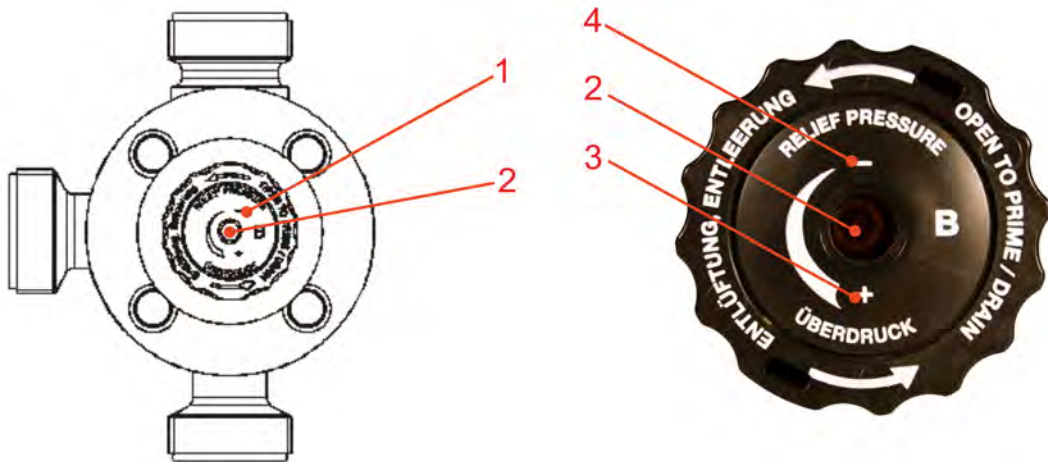
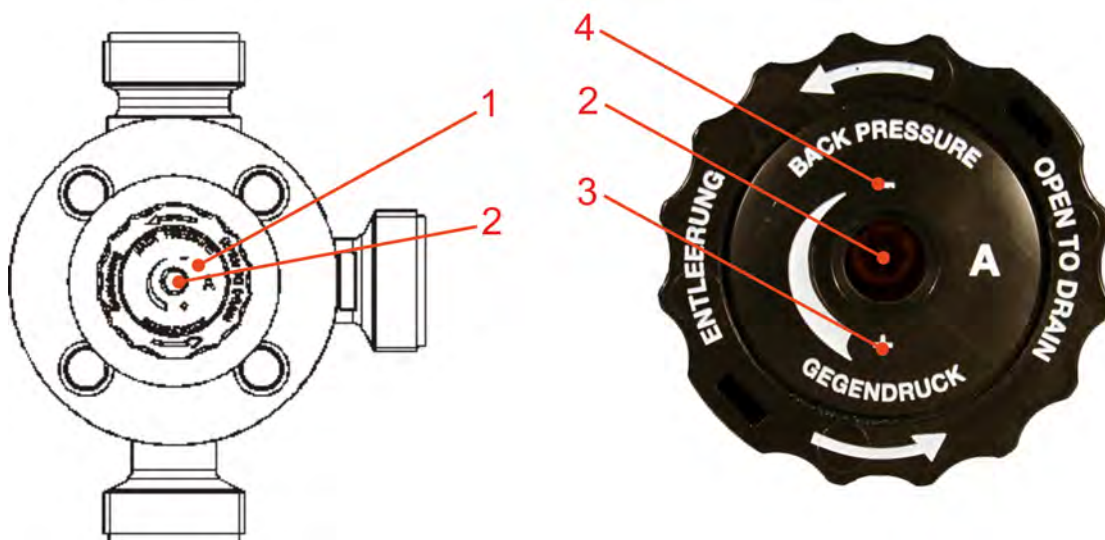

Abb. 7: Einstellung Überströmfunktion
Abb. 8: Einstellung Überströmfunktion
| <ul style="list-style-type: none"> 1 Ventileingang (von Dosierpumpe) 2 Ventilausgang (zur Dosierleitung) 3 Bypassanschluss (zum Behälter) 4 Überdruck: Entlüftung / Entleerung (Einstellknopf "B"), Abb. 7 | <ul style="list-style-type: none"> 5 Druckhalteseite: Entleerung (Einstellknopf "A"), Abb. 8 6 Manometeranschluss, G ¼" (im Auslieferungszustand durch Stopfen verschlossen) |
➔ Mit einem Innensechskantschlüssel ((Abb. 7, Pos. 2 INBUS, Größe: S5) am Drehknopf B entgegengesetzt zum Uhrzeigersinn den eingestellten Grundwert stufenlos erhöhen oder mit dem Uhrzeigersinn mindern.
- ➔ Mit einem Innensechskantschlüssel ((Abb. 8, Pos. 2 INBUS, Größe: S5) am Drehknopf A (Abb. 8, Pos. 2) entgegengesetzt zum Uhrzeigersinn den eingestellten Grundwert stufenlos erhöhen oder mit dem Uhrzeigersinn mindern.